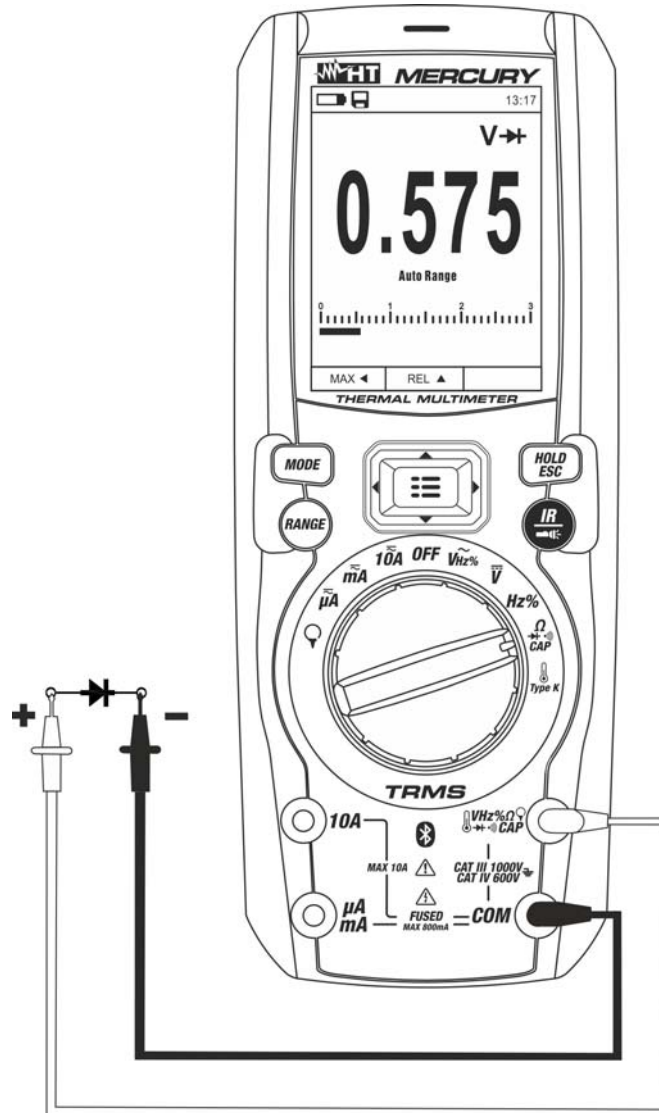

Fig. 25: Uso dello strumento per la Prova Diodi
4. Posizionare i puntali ai capi del diodo in esame (vedere Fig. 25) rispettando le polarità indicate. Il valore della tensione di soglia in polarizzazione diretta è mostrato a display
6. Se lo strumento visualizza il messaggio "OL" i terminali del diodo sono invertiti rispetto a quanto indicato in Fig. 25 oppure la giunzione P-N del diodo è danneggiata